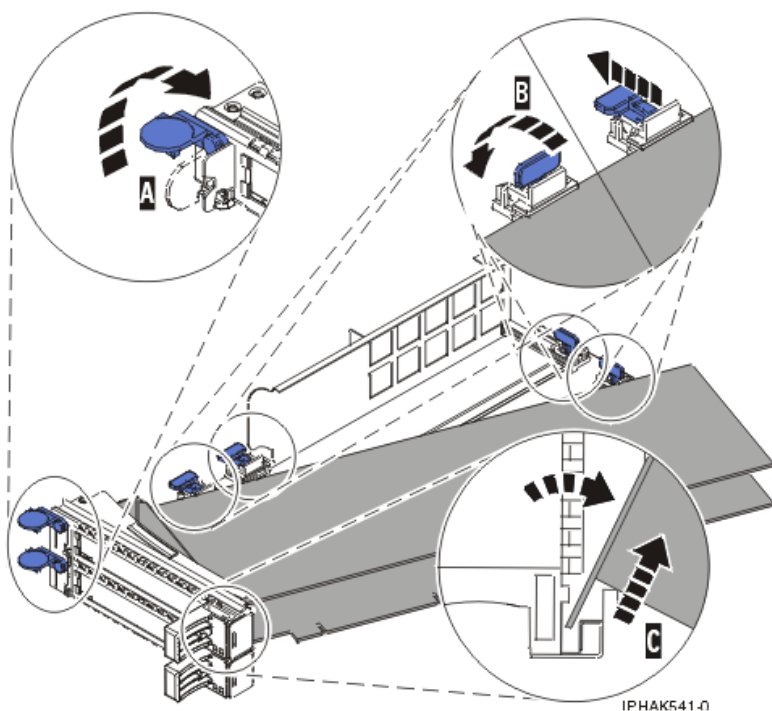
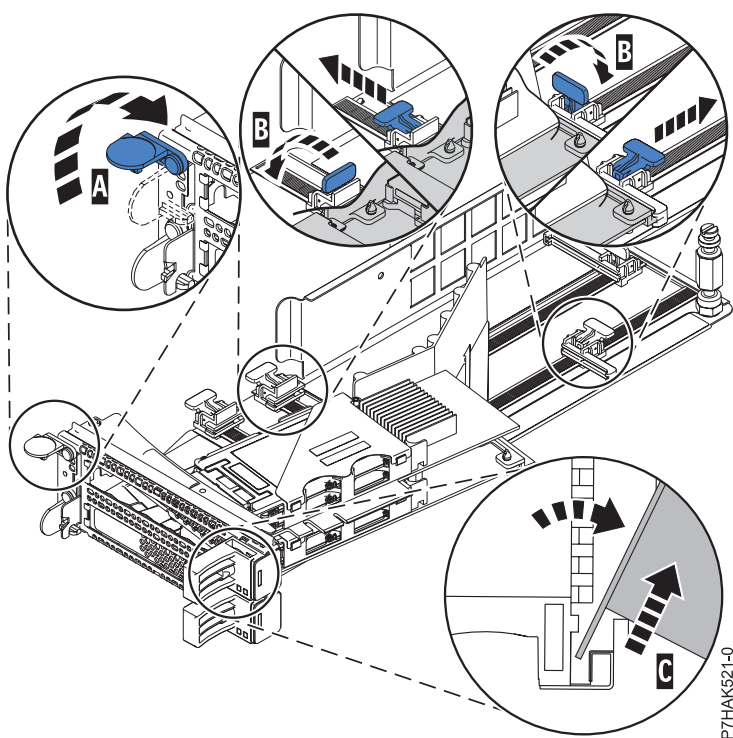

Figure 93. Retrait de la carte de la cassette de cartes PCI
Figure 94. Retrait de la carte PCIe RAID et SSD SAS de la cassette de cartes PCI
- d. Dévissez le pivot (C) et placez-le en lieu sûr
- a. Déverrouillez les crochets de retenue (B) de l'adaptateur en faisant pivoter les pattes de retenue (A) pour les mettre en position horizontale. Voir figure 93, à la page 102. Si vous retirez une carte PCIe RAID et SSD SAS, voir figure 94, à la page 102.